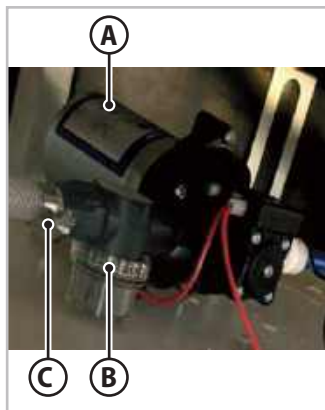

Fig.7.1 - Filtre externe de la pompe à eau
3. Accéder à la pompe à eau (A - Fig.7.1) en enlevant les coussins du canapé de la dinette et le couvercle du compartiment du réservoir d'eau potable.
4. Dévisser le raccord en plastique (C - Fig.7.1) qui raccorde le filtre au tuyau d'évacuation.
5. Dévisser le capot transparent (B - Fig.7.1) du filtre et sortir le corps filtrant.